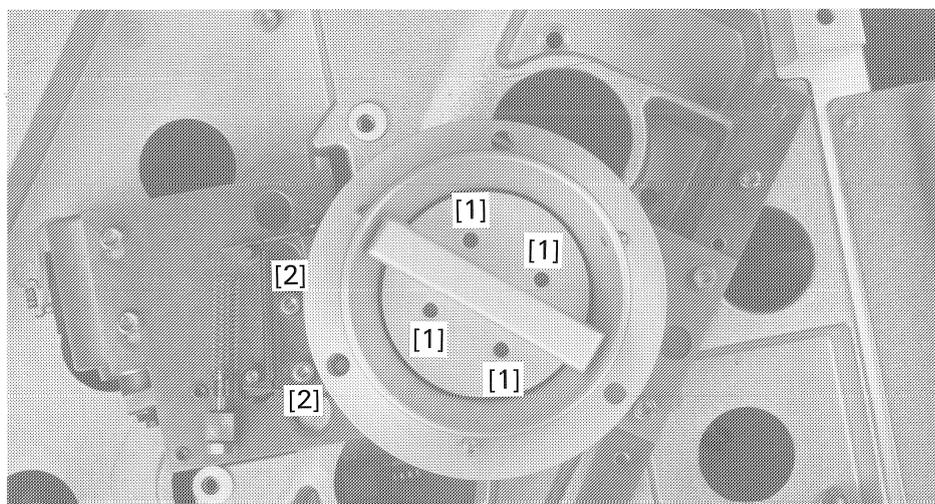

Fig. 54. Spulenadapter
- Vier Innensechskantschrauben 3mm [1] durch die Löcher neben dem Drehknopf lösen. Ganzen Adapter vorsichtig herausheben (siehe Fig. 54).
- Zum Ausbauen des Bremsaggregats die beiden Innensechskantschrauben 3 mm [2], Fig. 54 lösen.